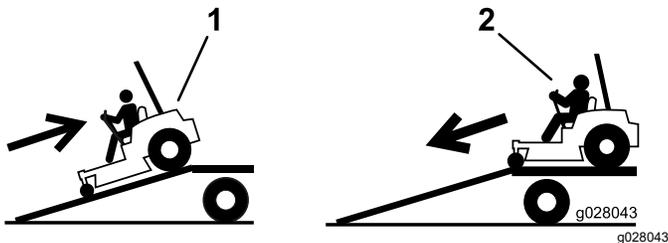

Рисунок 40
4. Перемещайте машину задним ходом при движении вверх по наклонному въезду (Рисунок 40).